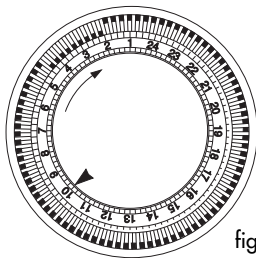

fig.5
- Se hva klokken er. Anta at den er 10.00, vri programmatorens tallskive med urviserne helt til tallet 10 stemmer overens med referanseindikatoren ▲ på programmatoren (fig.5).